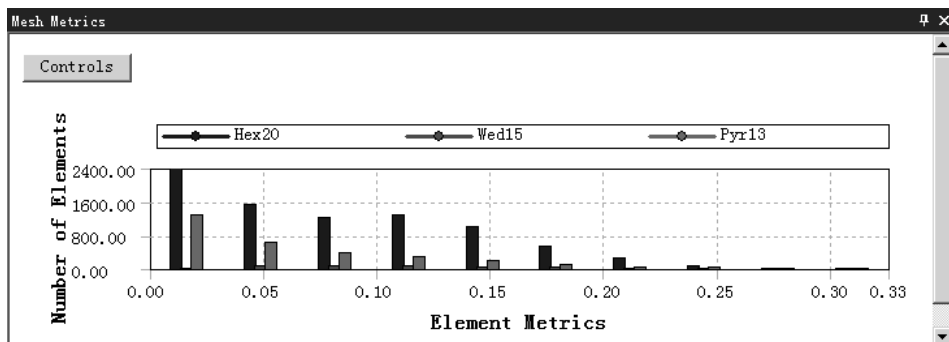

图 5.4.15 检查结果统计图表（四）
- ◆ 翘曲因子 (Warping Factor)。Warping Factor 用于评估或计算四边形壳单元、带有四边形面的块单元(楔形单元及金字塔单元)等，高扭曲系数表明单元控制方程不能较好地控制单元，需重新划分。选择此选项后，在信息栏中打开图 5.4.15 所示的检查结果统计图表（四）。